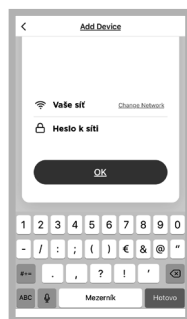

Fig. 8
5. Selectați rețeaua dumneavoastră Wi-Fi la care trebuie conectat aparatul dumneavoastră și introduceți parola acesteia. (fig. 8)